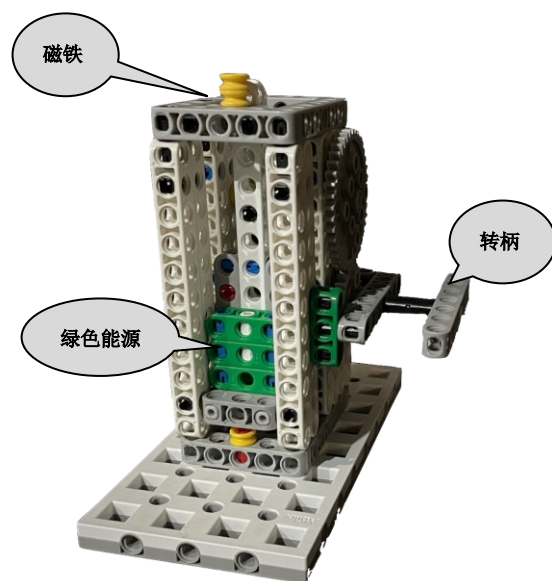

图 1-7-1：任务初始状态
1.7.1 运送绿色能源的初始位置为可变位置一、二，四、五、六、七、八、九、十，红色箭头为正面朝向，方向是固定的，位置是可变的，转柄处于水平状态，绿色能源放置在底座上，如图 1-7-1 所示；